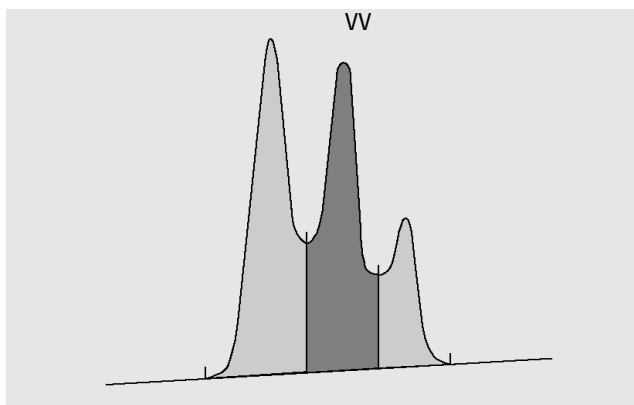

Figura 11 Medição da área para picos de vale para vale
- para picos vale para vale (VV), a área acima da linha de base, segmentada com linhas de queda verticais a partir dos pontos do vale, como em Figura 11 na página 33;